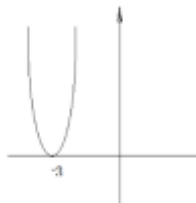

Рис. 2
3. Затем строим график  $y = (x + 3)^2$  путём параллельного переноса графика влево (рис.2).